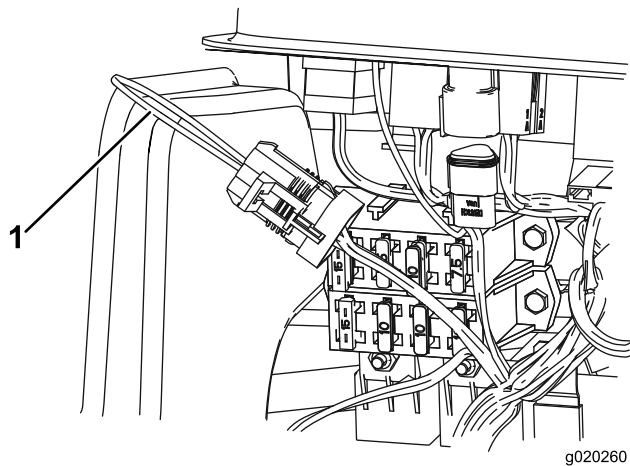

Figura 100
3. Localice el arnés de cables y el conector del bucle de prueba (Figura 100).